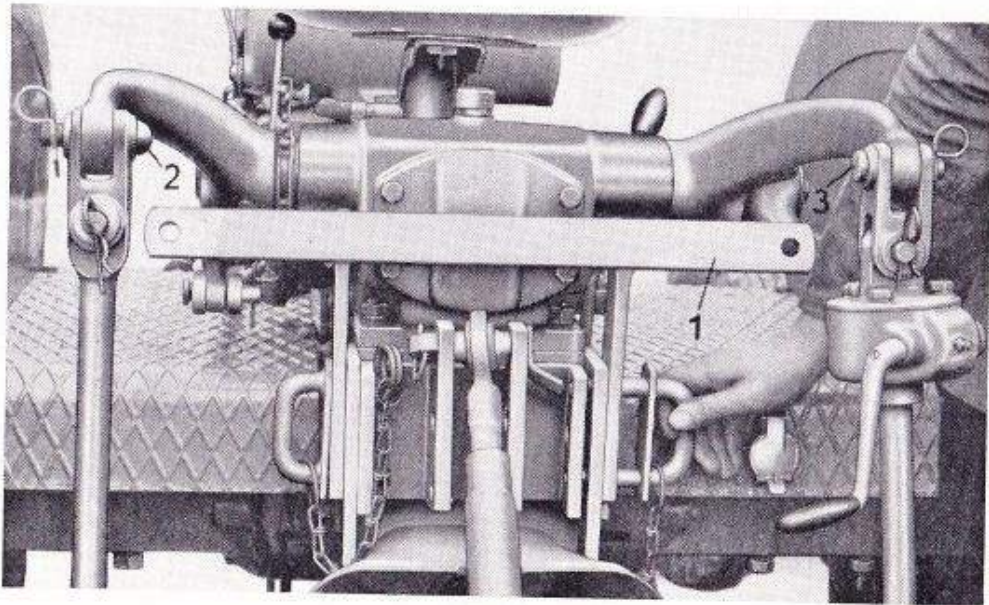

Bild 25
1. Mitgelieferte Traverse 1 (Bild 25) in die oberen Löcher der Zugmaulführung anbringen und mittels Doppelsteckbolzen sichern.
3. Bolzen 2 und 3 (Bild 25) einführen und mit Federstecker sichern.